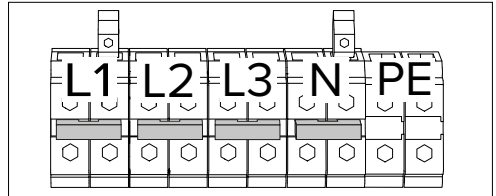

Abb. 19: Stellung der Steckbrücken beim dreiphasigen Betrieb (Auslieferungszustand)
- ➔ "Abb. 19: Stellung der Steckbrücken beim dreiphasigen Betrieb (Auslieferungszustand)"